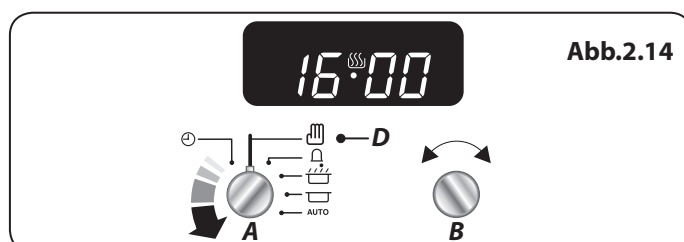

Abb.2.14
Pour annuler tous les réglages automatiques, tournez le bouton de la minuterie (A) pour sélectionner le réglage de Stellung Manuell (D) (**Abb.2.14**).